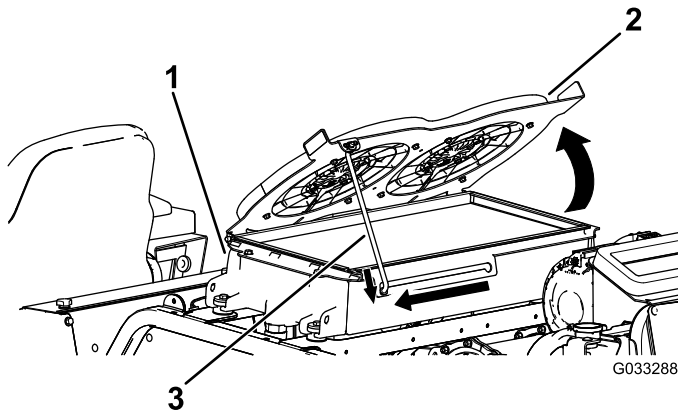

Figura 116
2. Gire hacia arriba los ventiladores de refrigeración del sistema hidráulico, y enganche la varilla de sujeción en la muesca (Figura 116).